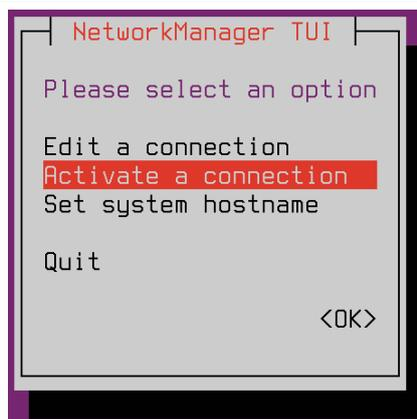

図 6-3 Network Manager TUI 画面
4. 図 6-3 のような Network Manager TUI が起動しますので「Activate a connection」を選択します。